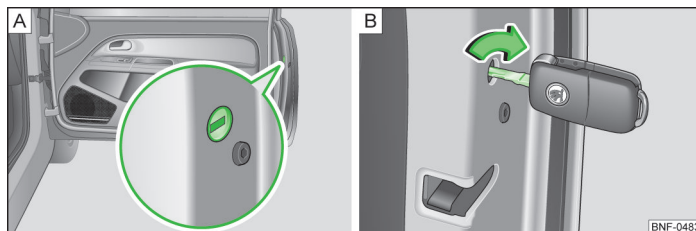

Fig. 13 Încuierea de urgență a portierei
Pe partea frontală a portierelor care nu sunt prevăzute cu butuc de închidere, se găsește un mecanism pentru încuierea de urgență » fig. 13 - **A**, care este vizibil numai după deschiderea portierei.
► Introduceți cheia în fanta » fig. 13 - **A** și rotiți-o, în cazul portierei dreapta, în poziție orizontală, în sensul acelor de ceasornic » fig. 13 - **B** și, în cazul portierei stânga, în sens opus acelor de ceasornic.